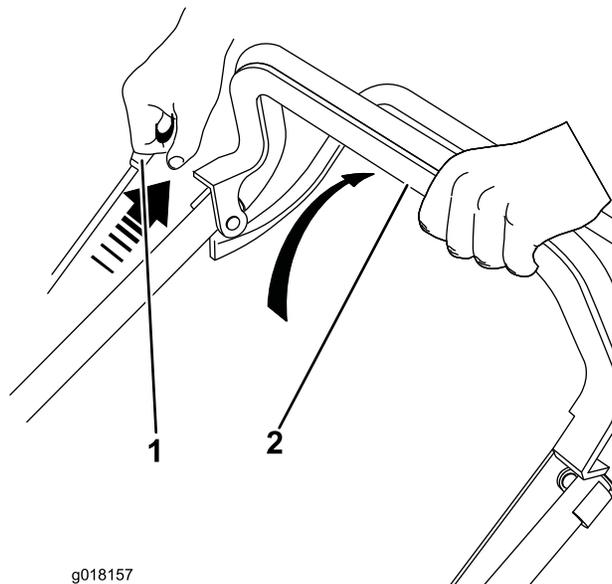

Bild 12
- Halten Sie den Schaltbügel gegen den Führungsholm (Bild 12).
- Ziehen Sie am Rücklaufstartergriff (Bild 12).